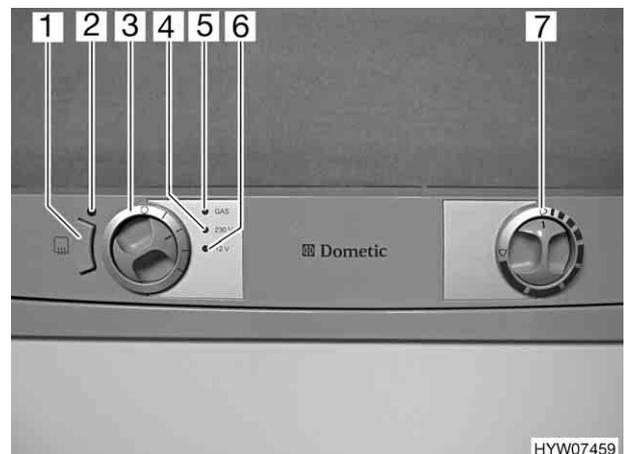

Bild 121 Bedienelemente für den Kühlschrank
Bei hohen Außentemperaturen und hoher Luftfeuchtigkeit kann es zur Wassertropfenbildung am Metallrahmen des Frosterfachs kommen. Deshalb ist der Kühlschrank mit einer Rahmenheizung für das Frosterfach ausgestattet. Bei hohen Temperaturen und hoher Luftfeuchtigkeit die Rahmenheizung über die Taste (Bild 121,1) einschalten. So lässt sich Korrosion vermeiden. Wenn die Rahmenheizung eingeschaltet ist, leuchtet die Kontroll-Leuchte (Bild 121,2).
- Energie-Wahlschalter (Bild 121,3) auf "GAS" stellen.
- Drehregler (Bild 121,7) auf maximale Leistung stellen. Die Gaszufuhr ist geöffnet. Der Zündvorgang erfolgt automatisch. Ein tickendes Geräusch ist hörbar, bis der Zündvorgang erfolgreich abgeschlossen ist. Die Betriebsanzeige "GAS" (Bild 121,5) leuchtet gelb.
- Energie-Wahlschalter (Bild 121,3) auf "O" stellen. Das Gerät ist abgeschaltet.
- Energie-Wahlschalter (Bild 121,3) auf "230 V" stellen. Die Betriebsanzeige "230 V" (Bild 121,4) leuchtet grün.
- Kühltemperatur mit dem Drehregler (Bild 121,7) einstellen.
- Energie-Wahlschalter (Bild 121,3) auf "12 V" stellen. Die Betriebsanzeige "12 V" (Bild 121,6) leuchtet grün.